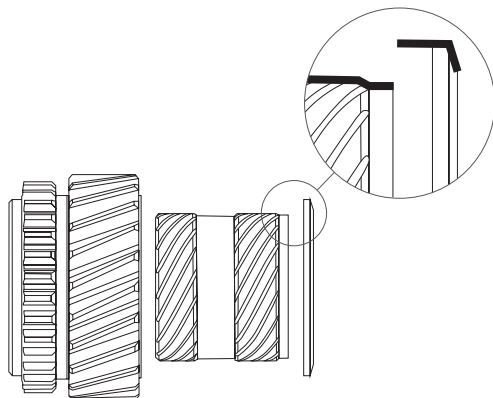

Рис. 5
2. Установите кольцо втулки [5], расположив его плоской стороной к шестерне пониженной передачи [3], а фаской – к подшипнику (Рис. 5, выделено жирным).
3. Установите втулку [4], расположив ее наружным расточенным буртиком к кольцу [5] и подшипнику (Рис. 5, выделено жирным).